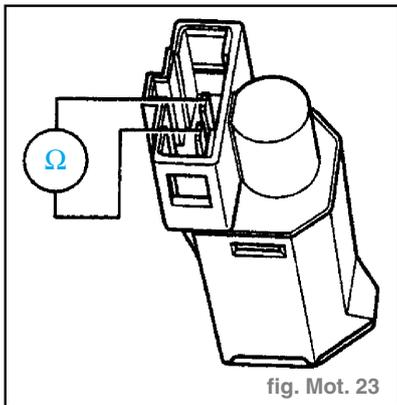

fig. Mot. 23
- Mesurer la résistance entre les contacts du Contacteur. (fig. Mot. 23)